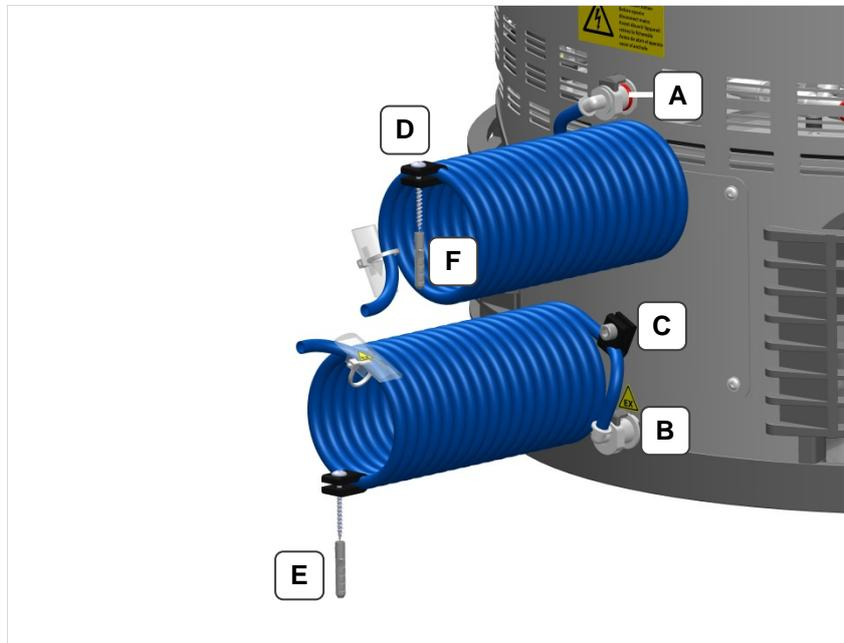

Fig. 4.3.1 Raccords de ventilation
Des vapeurs de fluides de nettoyage résultant du processus s'échappent des ouvertures prévues à cet effet à l'arrière de la machine à nettoyer (fig. 4.3.1.A/B). Cette zone est une zone à haut risque d'explosion si les mesures de sécurité ne sont pas respectées.
1. Reliez chacun des 2 tuyaux d'extraction (fournis) aux raccords des fig. 4.3.1.A et fig. 4.3.1.B. Dans les deux cas, l'accouplement doit s'enclencher de façon audible.
2. Fixez les tuyaux d'extraction avec les clips de fixation prévus à cet effet. Fig. 4.3.1.
1. Reliez les 2 tuyaux de raccordement correctement aux raccords de l'unité de charbon actif (accessoire en option) *fig. 4.3.1.A* et *fig. 4.3.1.B*.
2. Fixez les tuyaux d'extraction avec les clips de fixation prévus à cet effet. *Fig. 4.3.1.C*
3. Il est possible de fixer les tuyaux d'évacuation à l'aide du matériel de fixation (compris dans la livraison, *fig. 4.3.1.D,E,F*).